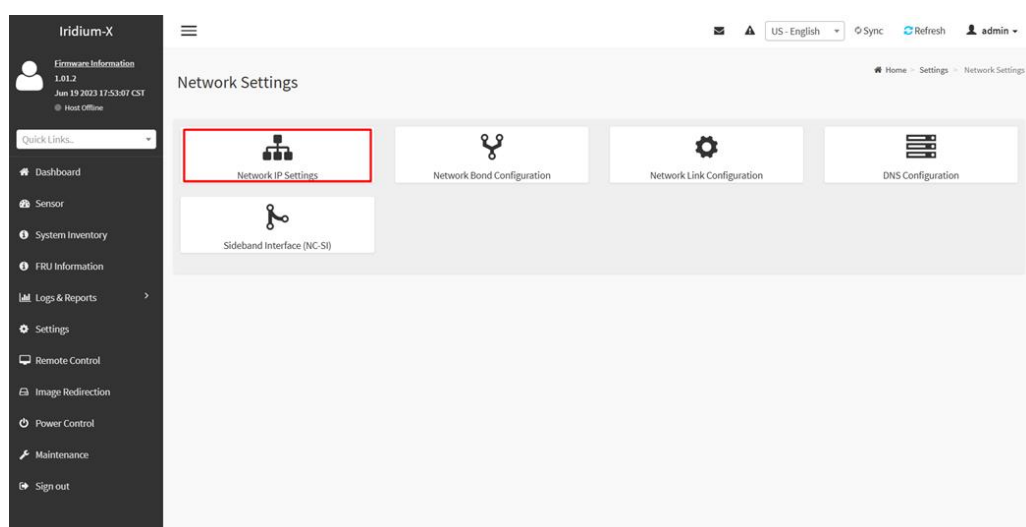

Рисунок 49 – Раздел «Network Settings»
2) Перейдите во вкладку «**Network IP Settings**» (см. Рисунок 49).